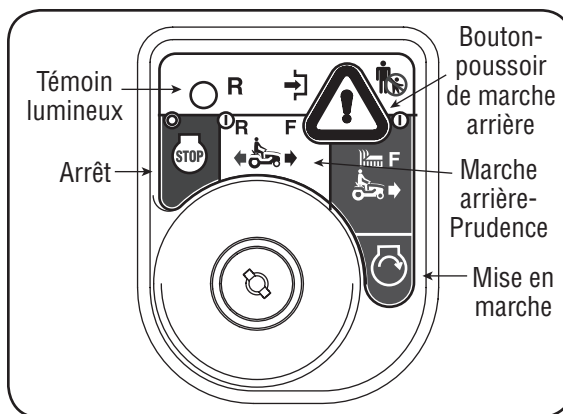

Figure 6
2. Déplacez la clé de la position « **NORMAL MOWING** » (Verte) (Tonte normale) à la position « **REVERSE CAUTION MODE** » (Jaune) (Marche arrière - Prudence). Voir la Figure 6.
3. Appuyez sur le **BOUTON-POUSSOIR DE MARCHÉ ARRIÈRE** (Bouton triangulaire orange) dans le coin supérieur droit du module d'allumage. Le témoin lumineux rouge dans le coin supérieur gauche s'allume quand la marche arrière est embrayée. Voir la Figure 6.